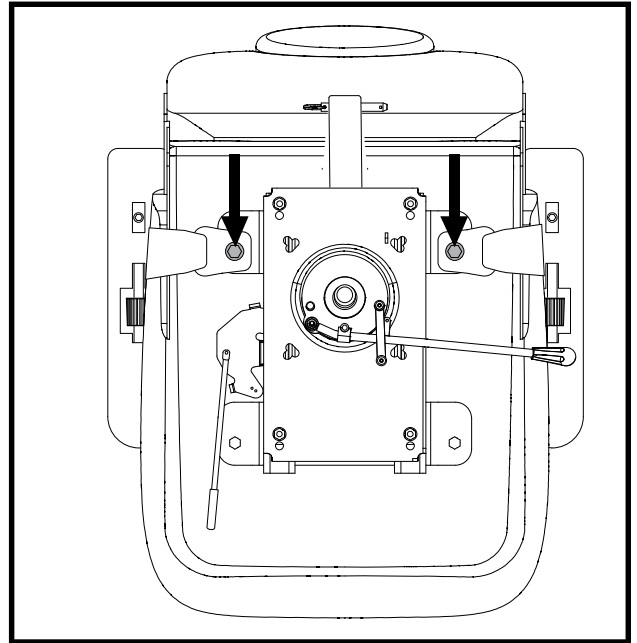

Figure 21. Boulons du ceinture de positionnement
2. Placez le siège à l'envers pour faire face à sa base. Voir la figure 21.